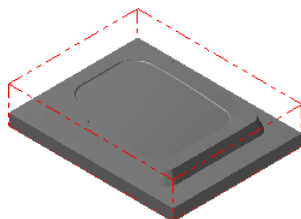

图 5.3 显示工件
Step4. 单击“机器群组属性”对话框中的 **✓** 按钮，完成工件的设置。此时零件如图 5.3 所示，从图中可以观察到零件的边缘多了红色的双点画线，双点画线围成的图形即为工件。